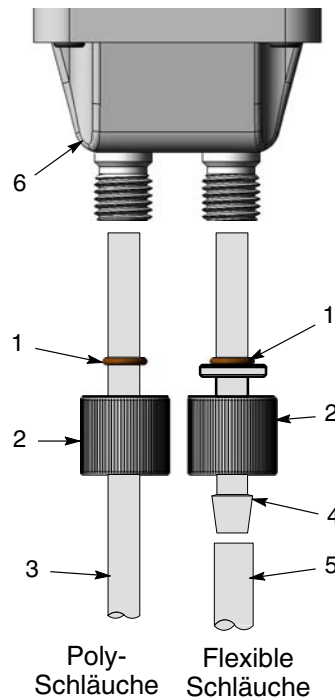

Abbildung 7 Montage der Pulverschläuche
1. Siehe Abbildung 7. Eine Schlauchhaltemutter (2) und den O-Ring (1) von der Pumpe abnehmen.
2. Die Haltemutter auf den Poly-Schlauch (3) schieben.
4. Den Poly-Schlauch bis zum Anschlag in den Verschleißblock (6) schieben.
2. Den O-Ring auf dem Schlauchadapter (4) installieren, bis er am Adapterflansch anliegt.
3. Das Adapterende im Verschleißblock (6) installieren.
5. Den flexiblen Pulverschlauch (5) auf das Steckende des Adapters schieben.